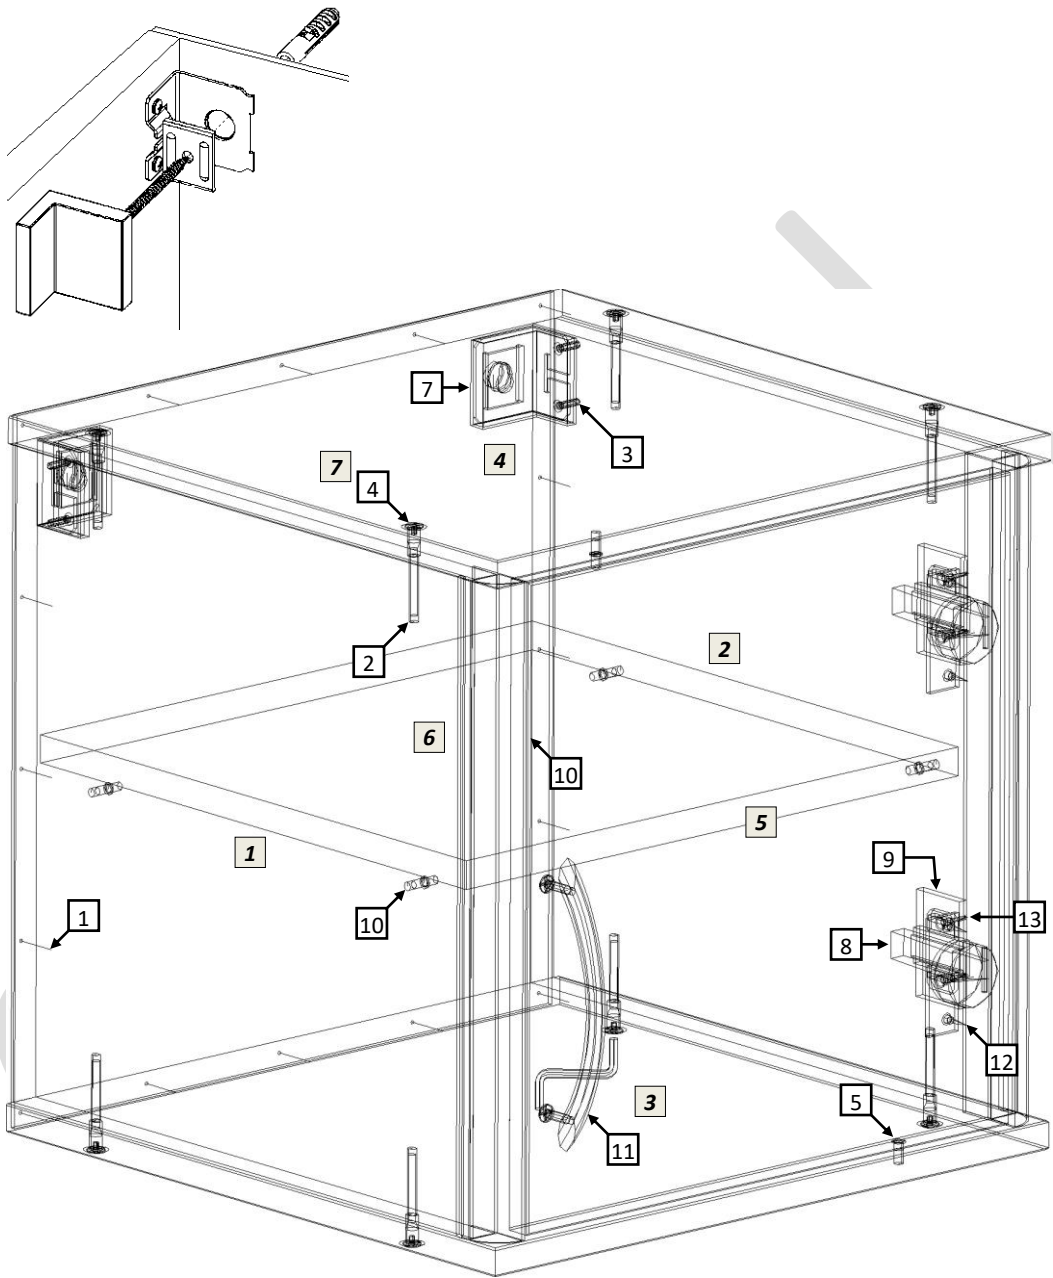

рис.1
4.1 Распаковав шкаф, внимательно ознакомьтесь со схемой сборки, изображённой на рис.1. Согласно комплекточной ведомости и позициям на схеме определите расположение деталей в изделии и порядок их сборки. Сборка производится на ровном полу, укрытом материалом, предотвращающим повреждение покрытия пола и деталей мебели. Подготовьте необходимые для сборки инструменты – плоскую и крестовую отвёртки, молоток, рулетку или линейку, шуруповёрт.